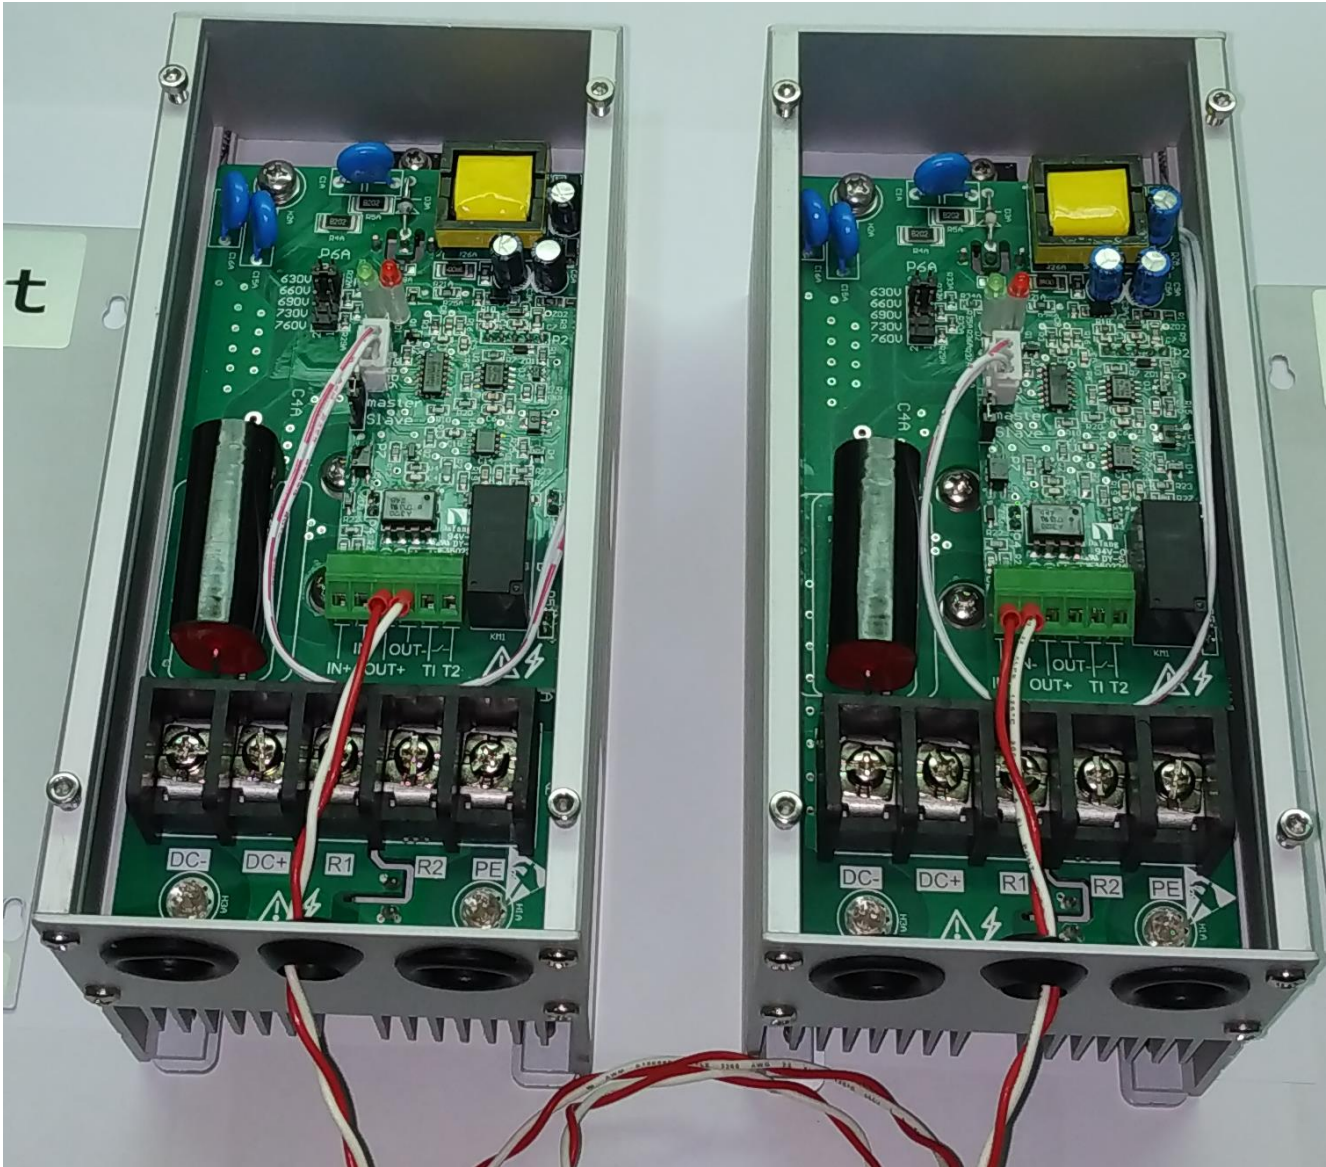
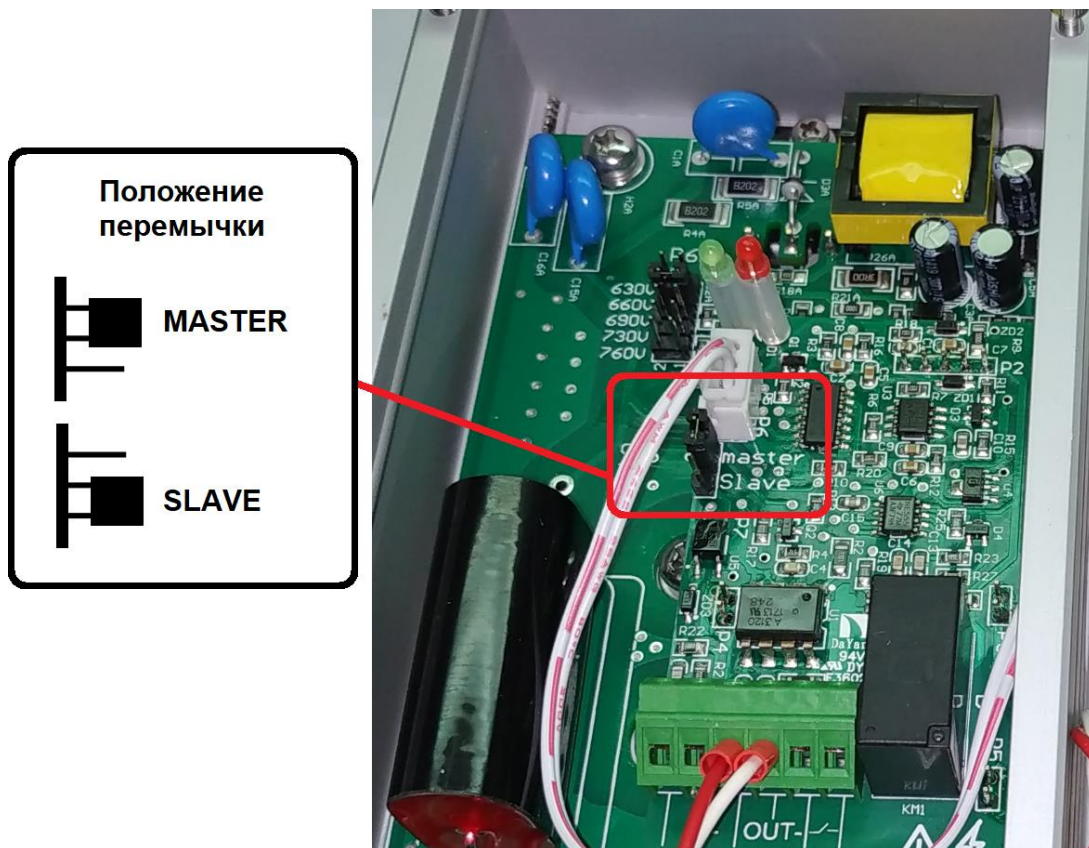

Рисунок 6.
Рисунок 8. Переключение режима работы блока тормозного модуля
5. Модули ZC-BU-055 ~ ZC-BU-090 состоят из двух блоков. Один из блоков основной (HOST), второй вспомогательный (donkey engine). Выбор режима работы блока осуществляется переключением перемычки MASTER / SLAVE. MASTER – основной, SLAVE – вспомогательный (рис. 8). Соединены два блока двухпроводным кабелем (витая пара) см рис. 6